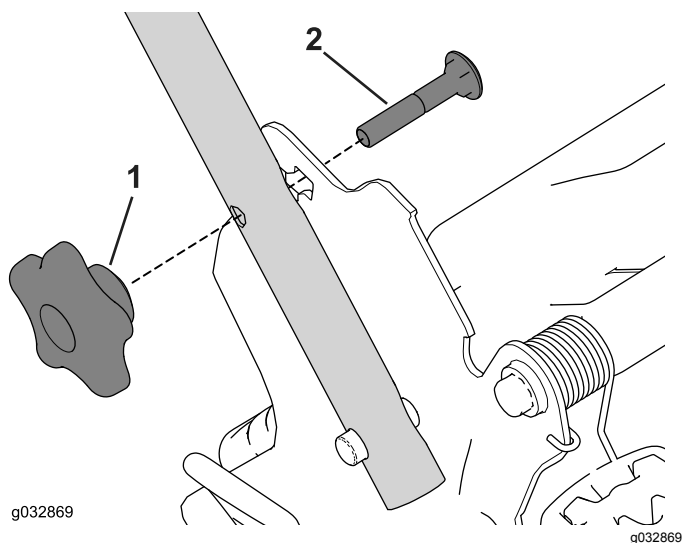

Figure 12
1. Retirez et conservez les 2 boutons et les 2 boulons de carrosserie du support du guidon (Figure 12).